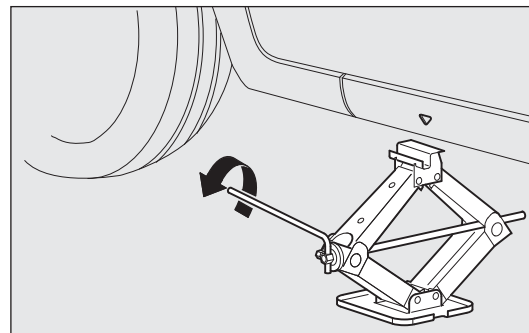
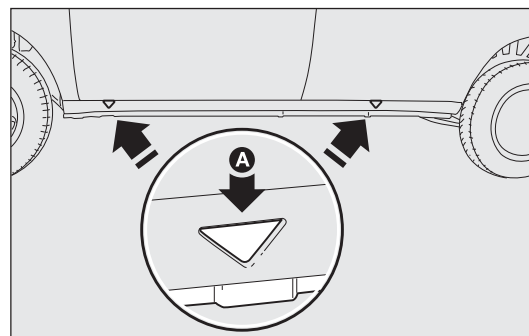

fig. 135
fig. 136
- ❑ accione el gato con el mando (separe la manivela del clip y del orificio de la tuerca) para abrirlo parcialmente fig. 135; a continuación, colóquelo debajo del vehículo a la altura de las marcas A-fig. 136 cerca de la rueda que desea reemplazar;